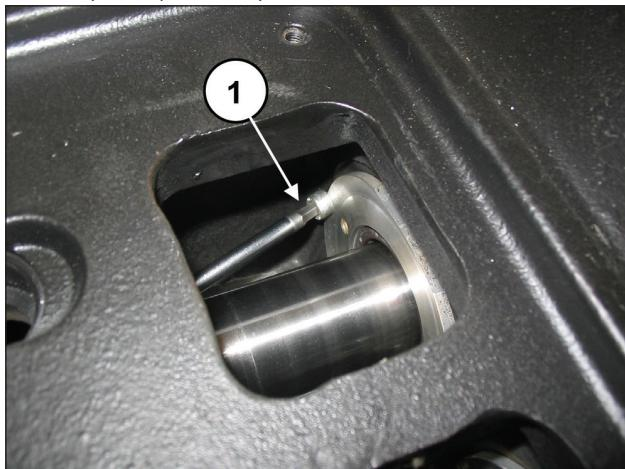

Abb. 127
Lösen Sie die zwei Befestigungsschrauben des Ölabstreifring-Deckels (Pos. ①, Abb. 127).